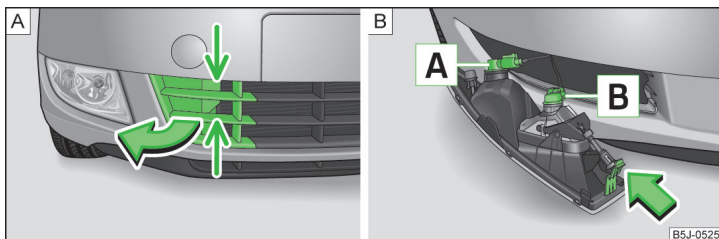

Fig. 161 Bara de protecție față: Grilaj de protecție/demontarea proiectoarelor de ceață
Disponerea becurilor » fig. 161.
► Prindeți grilajul de protecție în pozițiile marcate cu săgeți » fig. 161 - **A** și scoateți capacul în sensul săgeții.
► Introduceți mâna în orificiul grilajului de protecție și apăsați elementul de fixare » fig. 161 - **B** în sensul indicat de săgeată.